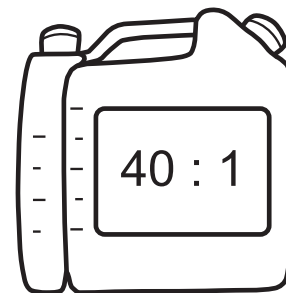

Fig. 12
- > Mezcle gasolina sin plomo de grado regular y aceite de motor de calidad con la botella para mezclar incluida con el producto (Fig. 12).